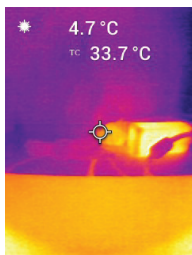

図 5.4 熱電対温度の読み取り値 (この例では 33.7°C)
3. 熱電対プローブの先端を、テスト中の表面に接触させるか、空気にさらします。ディスプレイの「TC」ラベルの横にある温度値を確認します (図 5-4 を参照)。